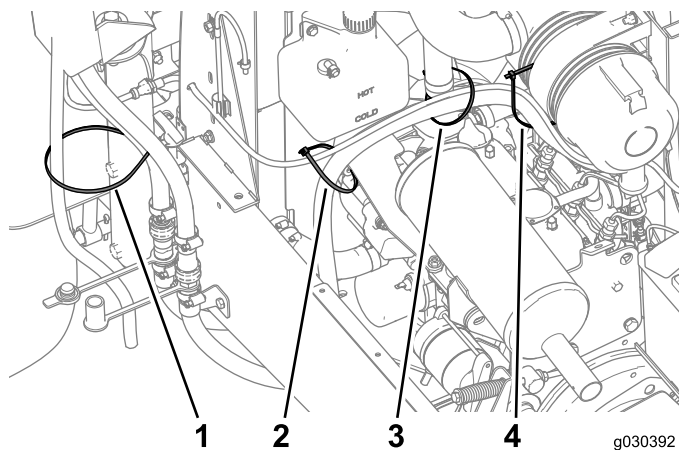
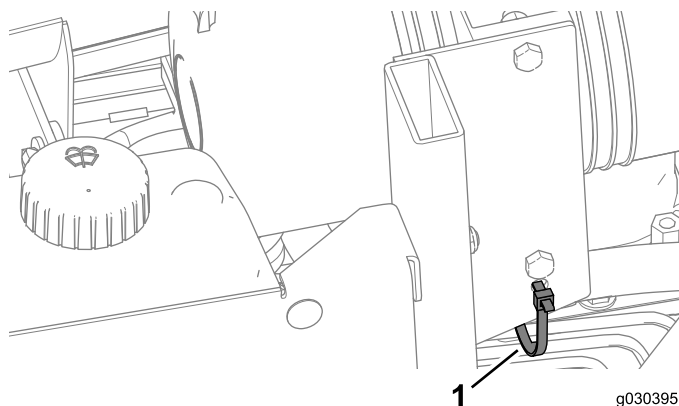

Figura 47
Figura 48
7. Prenda os tubos na posição com braçadeiras de cabos (Figura 47) e (Figura 48).